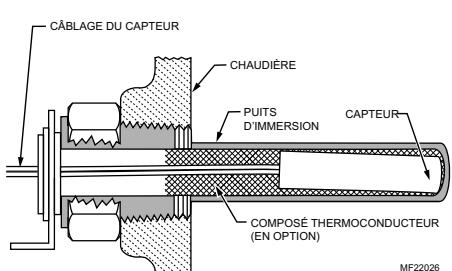

Fig. 4. Installation du capteur de rechange.
4. S'assurer que le capteur repose complètement au fond du puits (consulter la Fig. 4). Utiliser un petit crayon pour mesurer la profondeur du capteur du puits, au besoin.